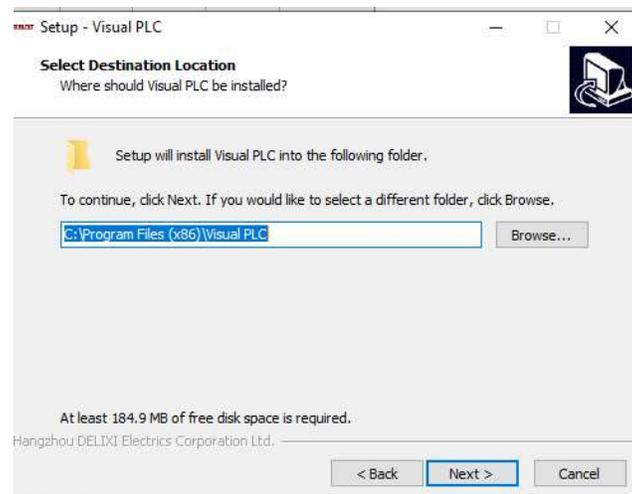

FIGURA 4
3. En el cuadro de diálogo emergente "Seleccionar ubicación de destino", puede elegir el directorio de instalación del programa. Antes de la instalación, asegúrese de que el disco tenga suficiente espacio libre, de lo contrario, la instalación fallará. La ruta predeterminada del programa es "C:\Program Files\Visual PLC", los usuarios pueden elegir instalar según su situación real, (Ver figura 4), y luego hacer clic en Siguiente: